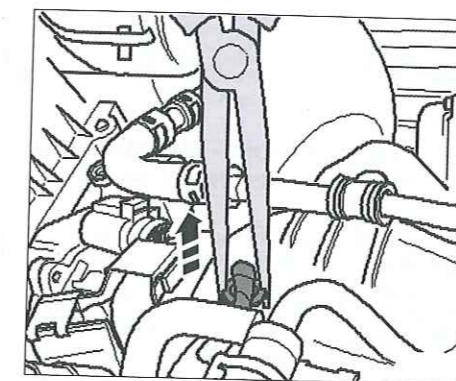

Fig. 32
- Colocar el alicate de puntas para sacar los conectores de las bujías de precalentamiento con precaución (Fig.32).